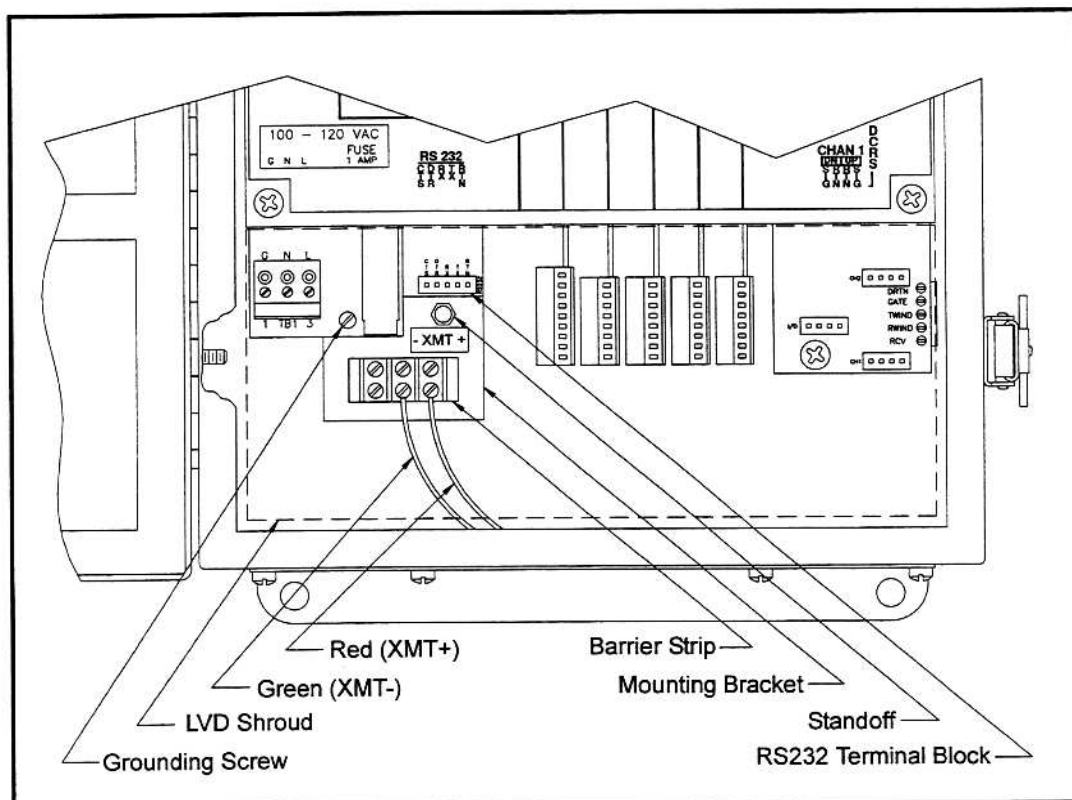

図 6-1：インタフェースコンバータの取付け
シリアルインタフェースコンバータを格納しているブラケットと 3 つのターミナルのバリアストリップが、DigitalFlow GS868 の内部の RS232 ターミナルブロックの真下に取付けられています(次の図 6-1 参照)。標準の RS232 のターミナルブロックは、シリアルインタフェースコンバータの入力に配線されていて、シリアルインタフェースコンバータの RS485 出力はバリアストリップに接続されています。
RS485 シリアルインタフェースの月島テクニカルセンターでの標準の配線は、ポイントツーポイントの配線に設定されています。つまり、1台の DigitalFlow GS868 を1台のパソコンに直接、配線できます。RS485 シリアルインタフェースを接続するには、6-5 ページの図 6-1 を参照して、次の手順でおこないます。
3. RS232 ターミナルブロックの真下にあるスタンドオフを取り外し、シリアルインタフェースコンバータの取付けブラケットとすぐ左のアース用のネジを外します (6-5 ページの図 6-1 参照)。